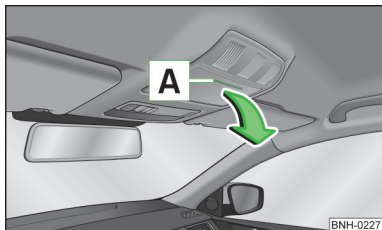

Fig. 68
- › Apăsați pe capacul compartimentului pentru ochelari în zona **A** » fig. 68.
- › Rabatați capacul compartimentului pentru ochelari în sens contrar săgeții » fig. 68, până se fixează cu un zgomot specific.